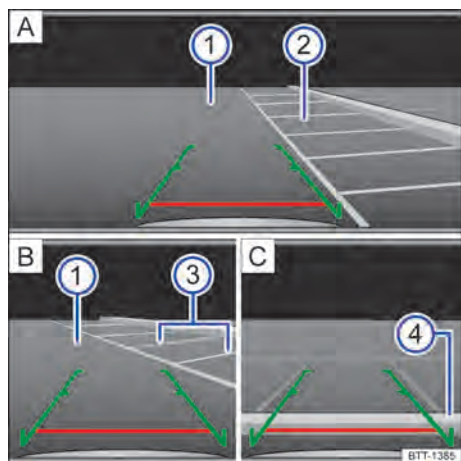

Fig. 103 Exibição do display do sistema de rádio: estacionar com a câmera de marcha a ré.
- Posicionar o veículo na frente da vaga de estacionamento → Fig. 103 **2** **A**.